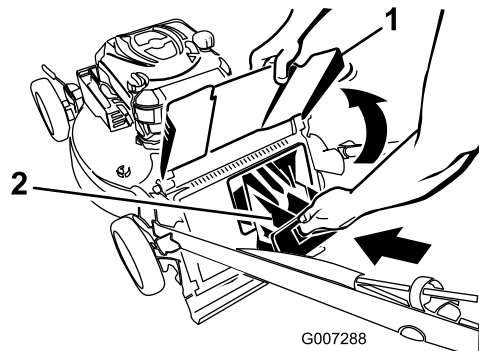

Figure 21
**Important:** Vérifiez que l'obturateur arrière est verrouillé en place. Pour verrouiller l'obturateur : relevez le volet arrière (Figure 21), appuyez fermement sur l'obturateur jusqu'à ce qu'il s'enclenche en position derrière les pattes, et tournez le levier situé sur l'obturateur vers la gauche (Figure 22).